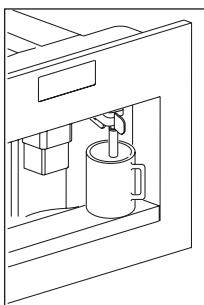

Fig. 12
- ▶ Posizionare poi una tazza sotto l'erogatore acqua calda (Fig. 12). Se l'erogatore acqua non è inserito, la macchina visualizza il messaggio "INSERIRE EROGATORE ACQUA" e quindi agganciarlo come indicato in figura 13. La macchina visualizza "ACQUA CALDA PREMERE OK".